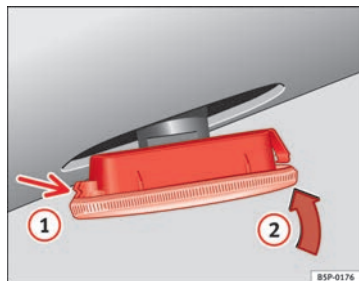

Abb. 198 Seitlicher Blinker
- Setzen Sie den Blinker zuerst in der Aufnahme der Karosserie ein, wobei die Halterungen richtig einrasten müssen ⇒ Abb. 198, Pfeil (1).
- Die Lampe in Pfeilrichtung (2) ⇒ Abb. 198 einsetzen.